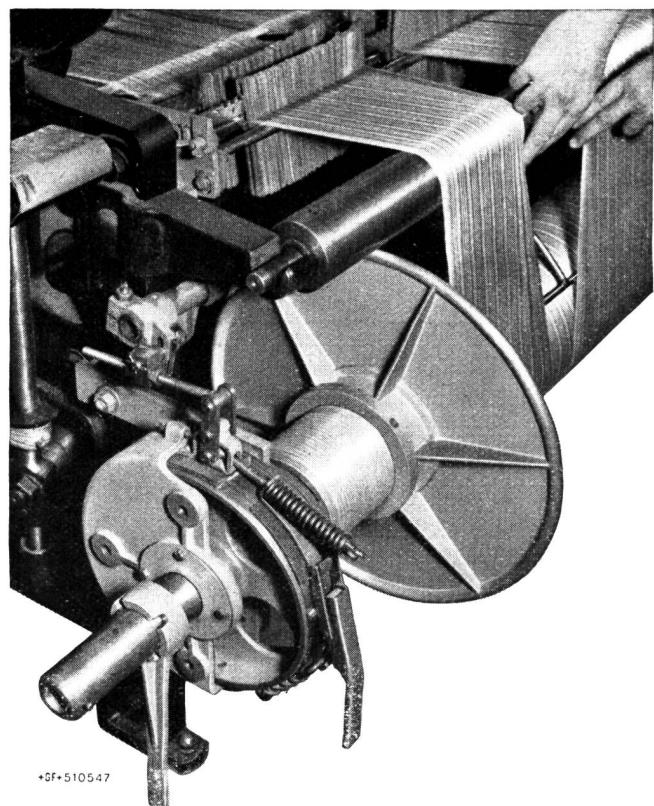

Abbildung 1
*Fig. 1* zeigt einen gemischten Einzug, wobei die vordere Gruppe von sechs Schäften für Sablé reserviert ist und nur die ungeraden Fäden umfaßt, die andere Gruppe aber, zu zwölf Schäften springend, die andern Bindungen mit den geraden Fäden.